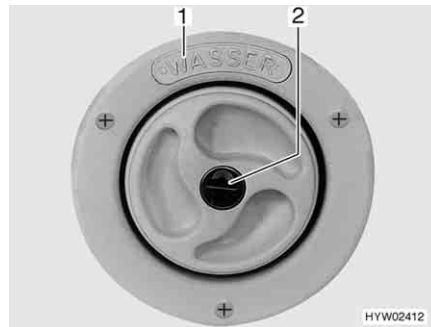
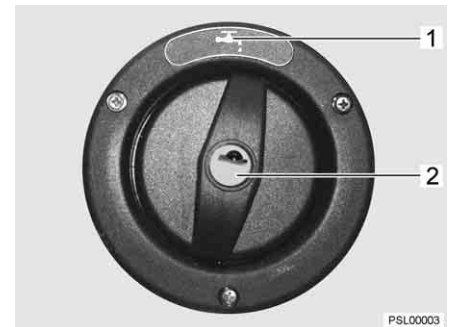

Fig. 37 Couvercle de fermeture pour bec de remplissage d'eau potable
Fig. 38 Couvercle de fermeture pour bec de remplissage d'eau potable (alternative)
- ▷ Le bec de remplissage d'eau potable porte l'inscription "WASSER" (eau) (Fig. 37,1) ou le symbole "☕" (Fig. 38,1).
- Insérer la clé dans le barillet (Fig. 37,2 ou Fig. 38,2) et la tourner dans le sens inverse des aiguilles d'une montre.